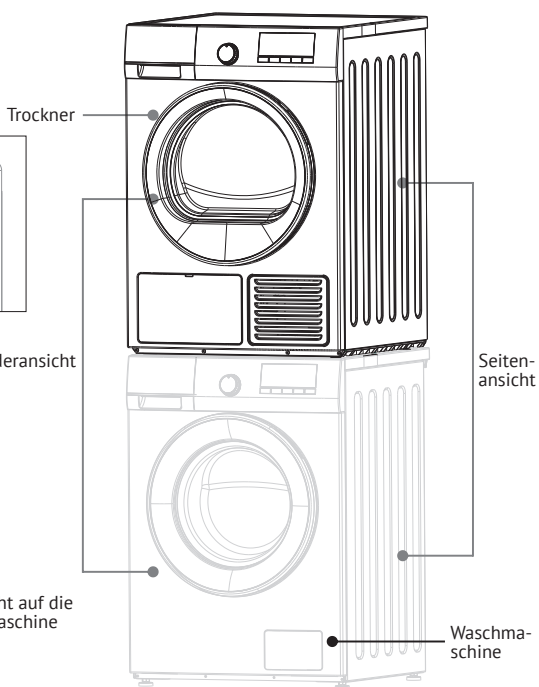

Abb. 2: Schematische Darstellung für den Einbau in eine Säule
C. Installieren Sie den Trockner an der Waschmaschine (wie in Abbildung 2 gezeigt).